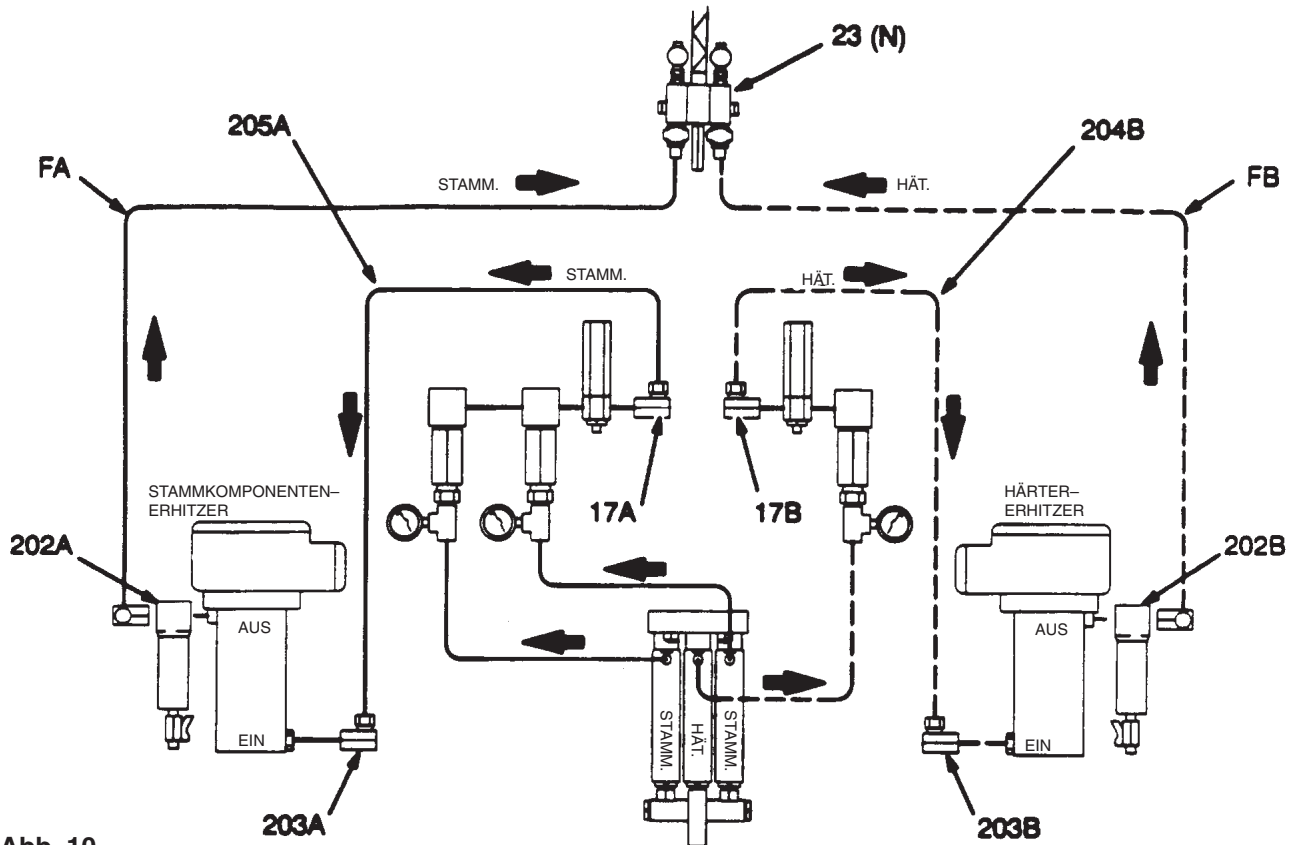

Abb. 10
Hinweis: Für die Verbindung zwischen den Erhitzer Auslassöffnungen und den Einlassöffnungen der Mischventile sind zwei Schläuche (FA, FB in Abb. 10) samt Fittings erforderlich.
1. Das Gelenk an den 90° Drehgelenknippel (17a, 17B) lösen und den Bogen (16a, 16B) an den beiden Seiten des Mischventiles abnehmen. Die 90° Drehgelenknippel (17a, 17B) so drehen, dass die Auslassöffnungen nach oben zeigen. Siehe Abb. 10 und 11.
2. Einen neuen Härter Materialschlauch (204B) zwischen der 90° Drehgelenknippel (17B) und dem Gelenk (203B) am Erhitzer Einlass installieren. Siehe Abb. 10.
3. Einen zweiten Härter Materialschlauch (FB) zwischen dem Auslassrohrbogen (202B) des Erhitzers und der Härterseite des Mischventiles (23) installieren. Siehe Abb. 10.